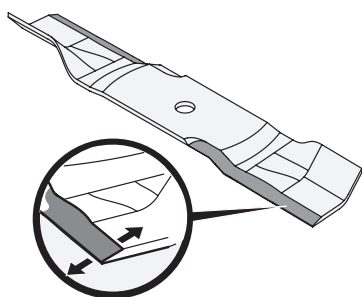

Fig. 58
3. Para afilar las cuchillas de corte de forma adecuada, extraiga cantidades iguales de metal de ambos extremos de las cuchillas a lo largo de los bordes cortantes, de forma paralela al borde de caída, a un ángulo de 25° a 30°. Afile siempre cada borde de las cuchillas de corte de forma pareja para mantener un centrado adecuado entre las mismas (Fig. 58).